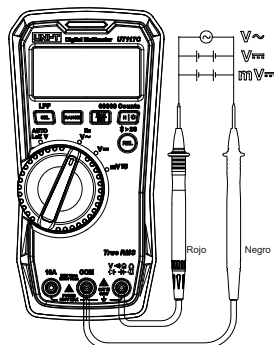

Figura 5
1. Medición automática de voltaje de AC/DC (Auto-V LoZ) (Figura 5)
2. Medición de voltaje de AC/DC (Figura 5)
3. Medición de voltaje de AC/DC mV (Figura 5)